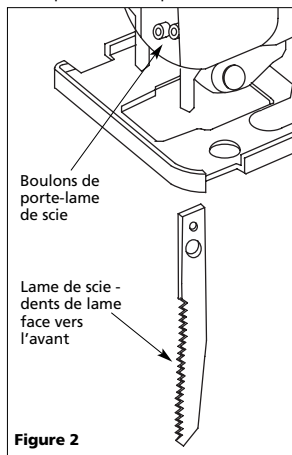

Figure 2
- Insérer une lame dans la fente avec les dents face vers l'avant (Figure 2). Le dessus de la lame doit être insérée assez loin pour toucher la pince de lame.